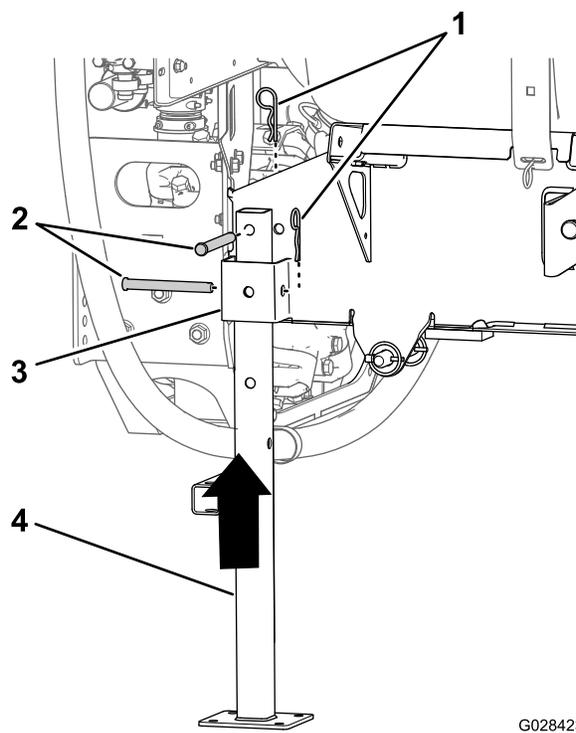

Figure 100
5. Alignez le pied de support arrière sur le logement arrière (Figure 100).
6. Alignez le trou au sommet du pied de support et le trou dans le cadre du patin de cuve (Figure 100).
7. Fixez le pied de support à son logement et au cadre au moyen de 2 axes de chape ($\frac{1}{2}$ " x $4\frac{1}{2}$ ") et 2 goupilles fendues ($\frac{5}{32}$ " x $2\frac{5}{8}$ "), comme montré à la Figure 100.